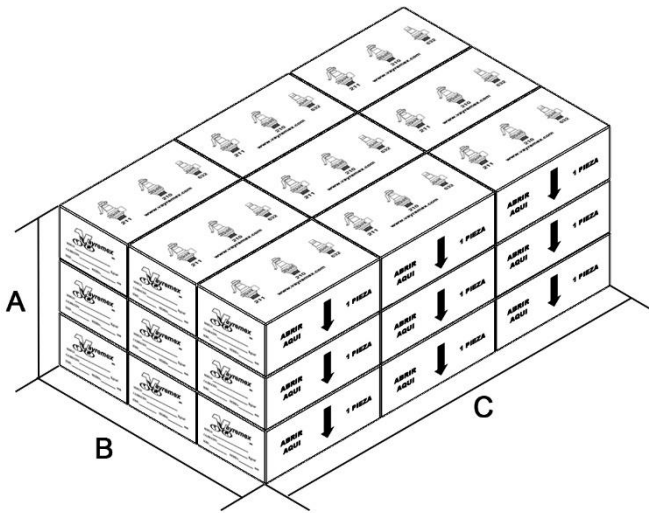

Fig.1 Orientación correcta de acuerdo al empaque original y adecuada forma de estibar
5. Cuando se almacene o transporte más de una válvula está permitido estibar una sobre otra, respetando los valores de acuerdo al modelo de la tabla 2, sin rebasar los valores máximos y orientando la caja correctamente. (Fig.1)